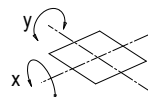

Рис. 4.1
- Установленная вытяжка должна быть доступна для технического обслуживания и быть прочно закрепленной на раме или на основании, установленном по уровню с максимальным наклоном в 3° по осям X и Y (см. Рис. 4.1). Структура должна быть разработана таким образом, чтобы избежать сгибаний и вибрации.
- Присоедините насос к резервуару посредством всасывающего коллектора (Рис. 4.1. - поз. 10), в котором имеется нарезное отверстие для присоединения клапана избыточного давления.